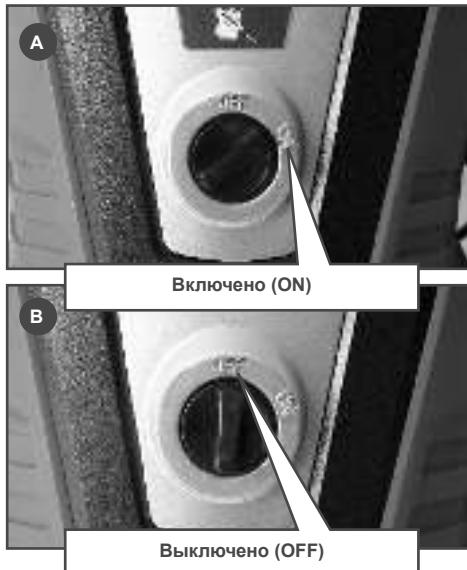

Рис. 9 Положение выключателя аппарата
- Установите выключатель в положение «Выключено» (Рис. 9В).